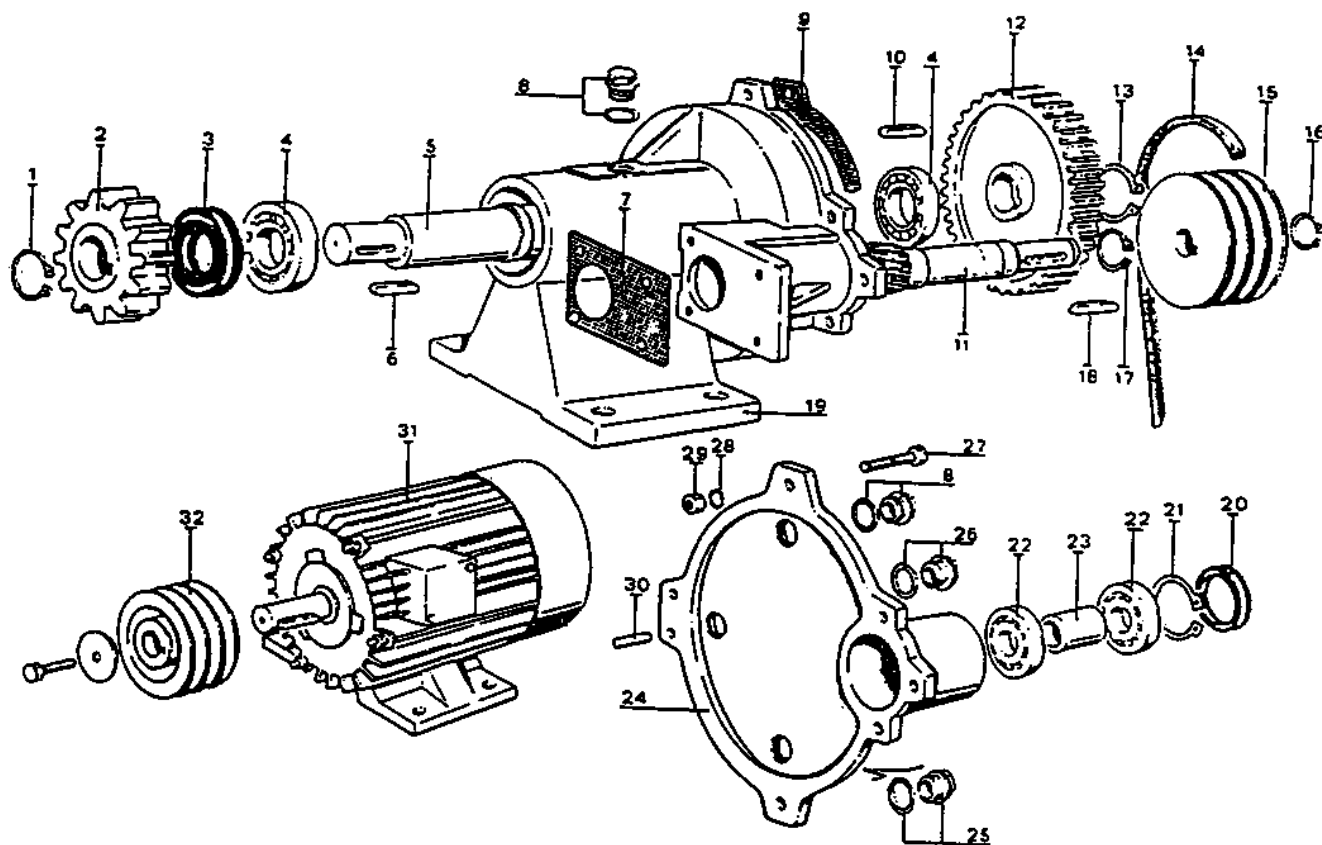

Рис. 4. Привод барабана
6. Привод барабана (см. рис.4);